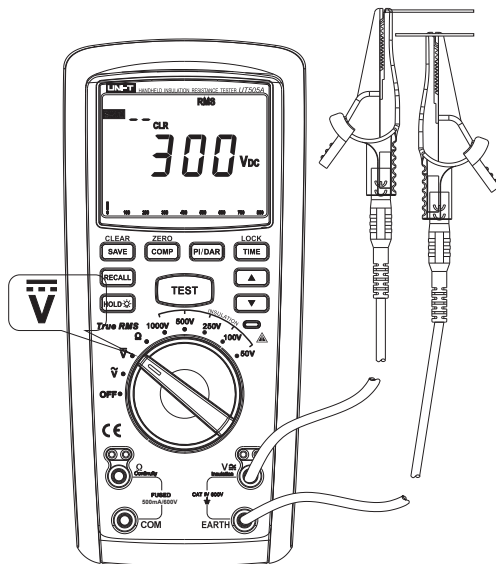

图5
2、直流电压测量 (见图5)
- ① 将红色表笔插入“ \sim V”插孔 (红色孔), 黑色表笔插入“EARTH”插孔 (黑色孔)。
- ② 将转盘开关旋转至“ \bar{V} ”档位, 并将表笔并联到待测电源或者负载两端上。
- ③ 从显示屏上即可读出当前的直流电压测量值。
- ④ 在测量过程中如果想保存测量电压值只需按下“SAVE”按钮即可保存。